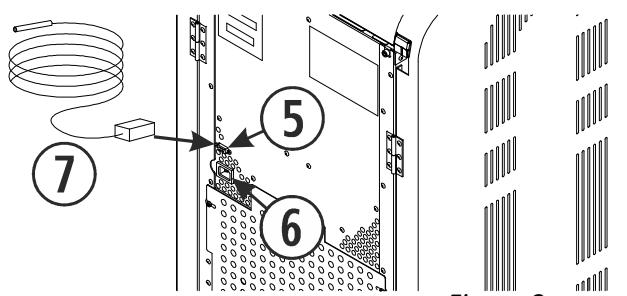

Figura 8
La sonda de ambiente (7) y el cable de alimentación se conectan en la parte trasera de la estufa como se indica en la figura 8. Sabremos que la estufa reconoce la sonda porque veremos reflejada la temperatura ambiente en el panel de mandos. Si conectamos un termostato o contacto en lugar de visualizar la temperatura ambiente, señalizará (·) indicándonos que hay algo conectado en el puerto de comunicaciones.